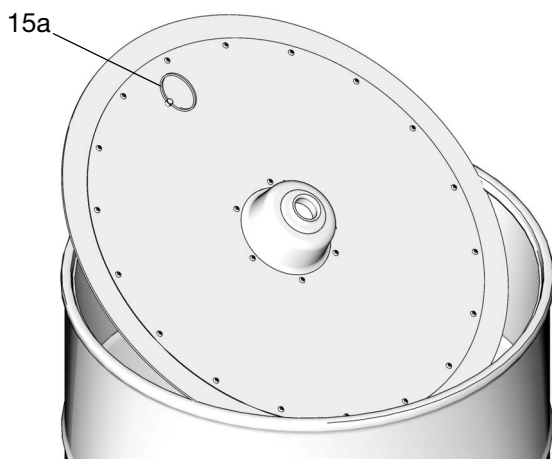

FIG. 25
4. Se si tratta di un'installazione esistente, raggiungere il fusto e tirare verso l'alto sull'anello della piastra di inseguimento (15a) in modo da rimuovere la piastra di inseguimento (15), quindi collocare la piastra di inseguimento su carta pulita, cartone o stracci puliti. Non posizionare sul pavimento dell'officina (FIG. 25).